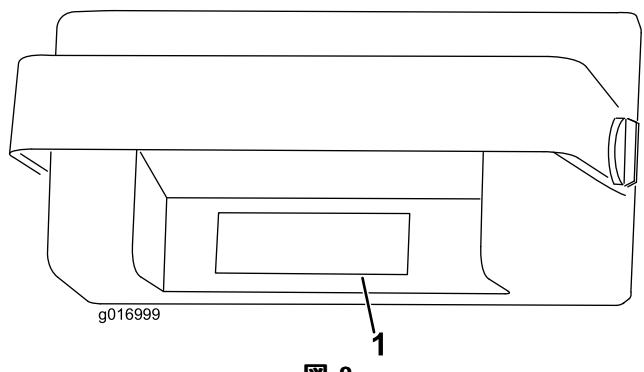

図 8
- コンソールカバーを元通りに取り付け、コンソールの後部にデカルを貼り付ける（図 8）。